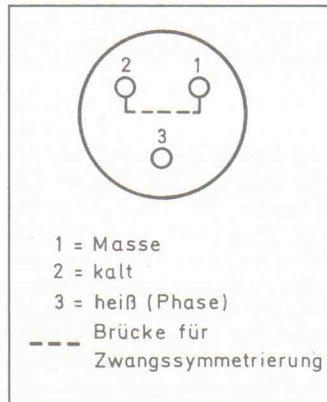

Bild 5. XLR-Stecker; Pinbelegung. Die Brücke dient zur Anpassung an unsymmetrische Instrumentenausgänge.
Die Kontakte sind auf allen bekannten Steckerausführungen beschriftet, so daß Verwechslungen zwischen 'vorne' und 'hinten' ausgeschlossen sein dürften. Bild 5 zeigt die Steckerbelegung von hinten, al-
Wichtig ist in diesem Zusammenhang auch die sogenannte 'Zwangssymmetrierung'. Sie wird jedesmal dann nötig, wenn das Signal von einem nichtsymmetrischen Instrumentenausgang (haben fast alle elektronischen Instrumente) auf einen symmetrischen Pulteingang geht. Außer der Verwendung einer Splittingbox (elrad 12/85) hilft in diesem Falle auch die besagte Zwangssymmetrierung. Hierzu lötet man im XLR-Stecker eine Brücke zwischen den kalten Anschluß (2) und Masse (1) (Bild 5). Es bleibt natürlich weiterhin sinnvoll, ein symmetrisches, dreadrähtiges Kabel zu benutzen. Löten Sie sich lieber schon mal